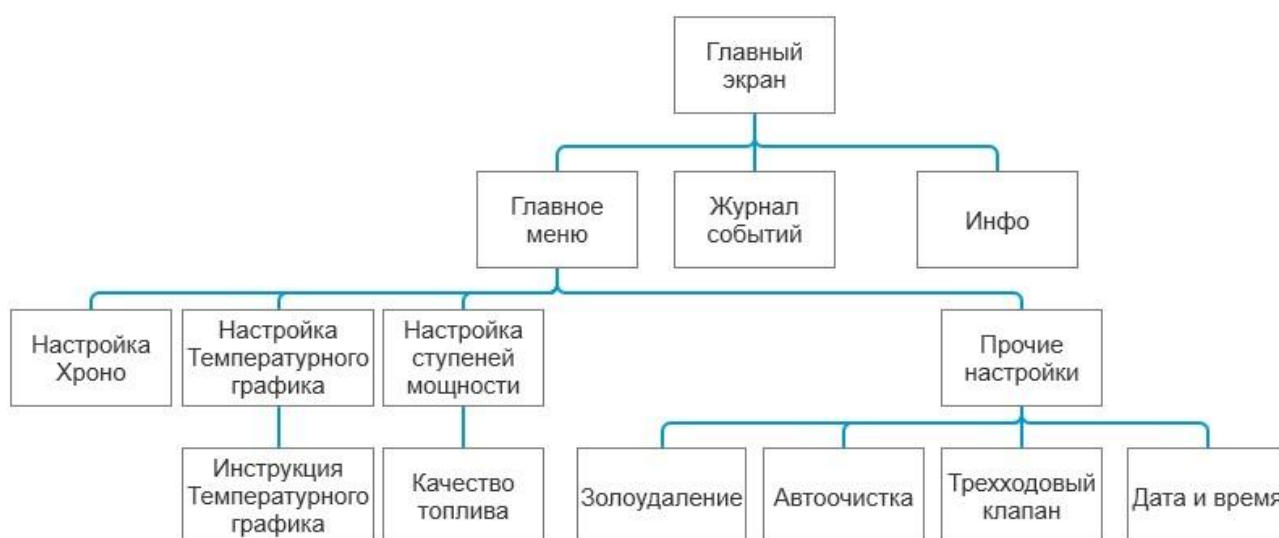

Рис. 33
Интерфейс оператора реализован в виде экранов. Структура экранов показана на рис.33.
- Иконка авария  – активна при возникновении аварийной ситуации; на рис. 33 не показана;